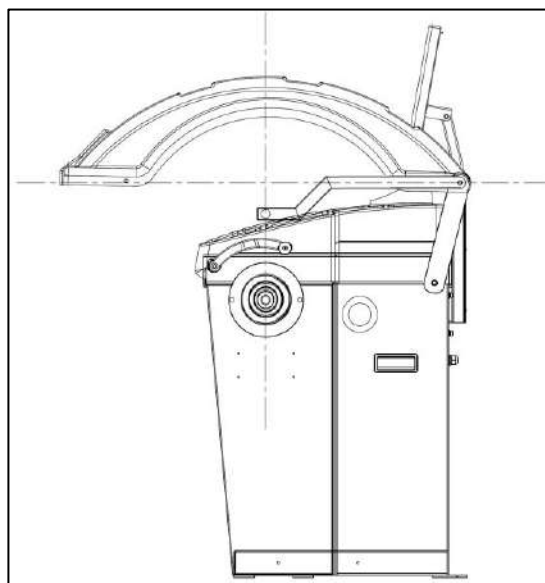

Fig. 4a - Fäst skyddsskärmen och sonar
3. Fäll ner säkerhetsskärmen och kontrollera att den ligger vågrätt. Justera vid behov säkerhetsskärmen och dra åt bulten igen. Fäst beslaget med sonarsensorn och se till att beslaget ligger vågrätt när säkerhetsskärmen är nedfälld, se fig. 4a.